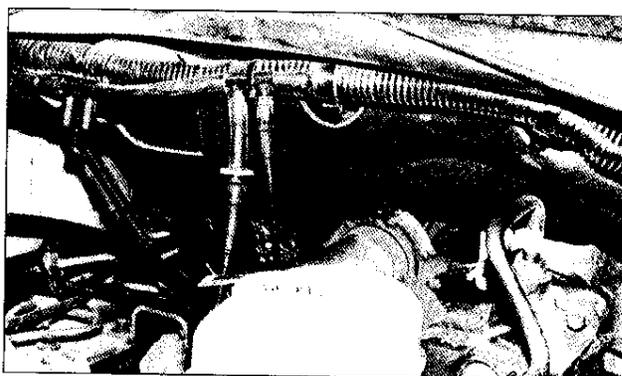
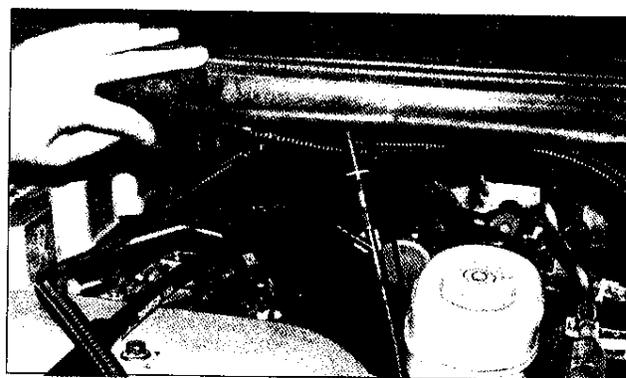

Fig. 12
Fig. 13
- a. Localice la línea plástica de vacío de 1/4" que va de la bomba de vacío hacia el colector de cables del sistema de vacío (vea la Fig. 12).
- b. Desconecte la línea de vacío del colector de cables debajo de la válvula de retención (flecha, Fig. 12). Conecte la manguera suministrada de 1/4" por 1 1/2" a la línea plástica de vacío. Inserte el conector "Y" suministrado dentro de la manguera de 1/4" por 1-1/2" (Fig. 13). Acople al colector de cables del system Vacío del vehículo. Conecte la manguera suministrada al otro extremo del conector Y (fig. 13).